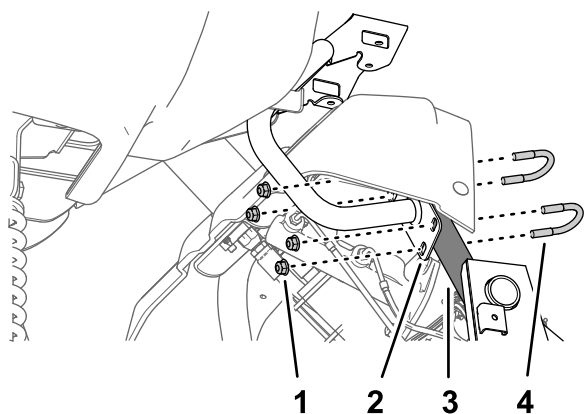

Рисунок 164
3. Установите пластину крепления монитора на опорную трубу ходовой части машины (Рисунок 164) с помощью 2 U-образных болтов и 4 фланцевых контргаек (5/16 дюйма).